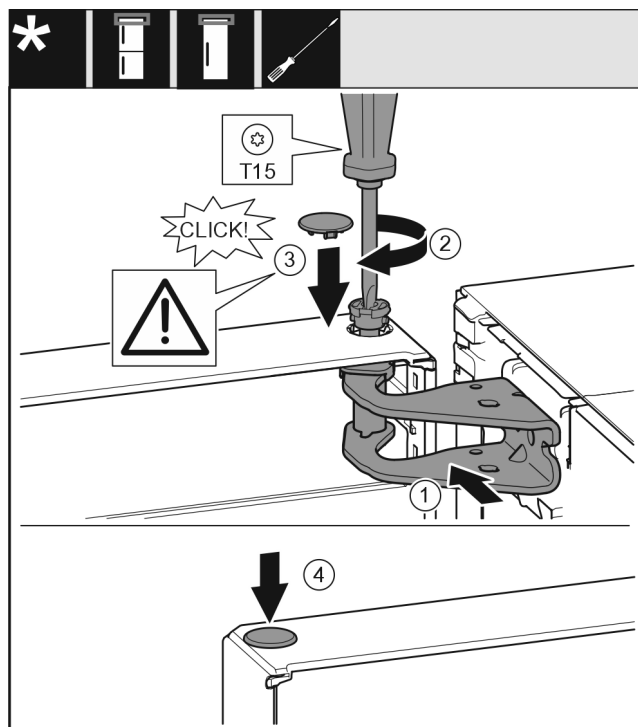

Fig. 58
- ▶ Allineare la porta superiore all'apertura nella staffa di supporto Fig. 58 (1).
- ▶ Inserire i perni Fig. 58 (2) e stringerli con un cacciavite.
- ▶ Inserire la copertura Fig. 58 (3).
- ▶ Controllare che la copertura Fig. 58 (3) poggi sulla porta.
- ▶ Inserire la copertura Fig. 58 (4).